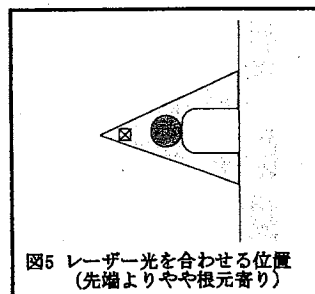

図5 レーザー光を合わせる位置 (先端よりやや後寄り)
- (14) [セットアップ]で[レーザー位置モニタ]コマンドを選択→[レーザー位置モニタ]ダイアログ表示
- (15) USB カメラ像を見ながら調整つまみ LASER X/LASER Y (図 6) を回し、レーザー光をカンチレバーの先端よりやや根元寄りに合わせる (図 5)